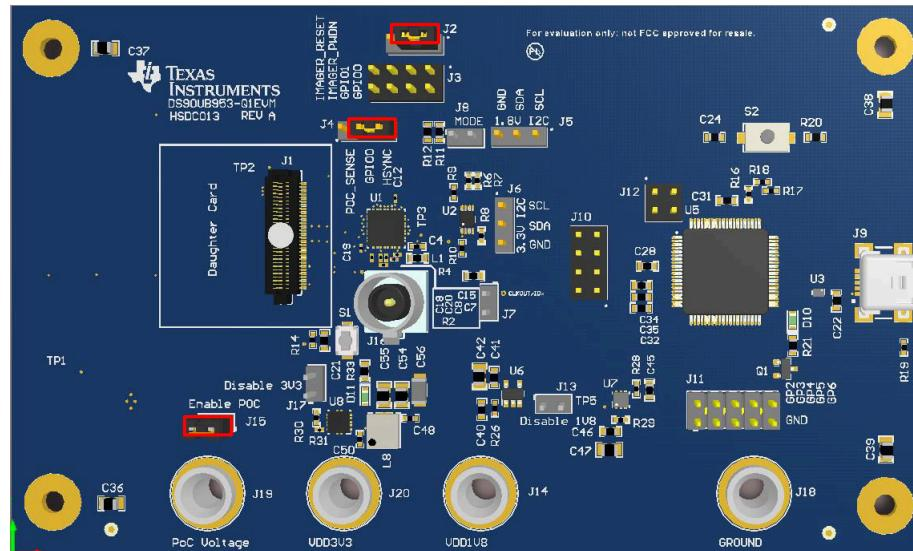

图 2-3. 安装了跳线的 DS90UB95x-Q1EVM
- 确保在 DS90UB95x-Q1EVM 的 J2、J4 和 J15 上安装了跳线，如图 2-3 所示